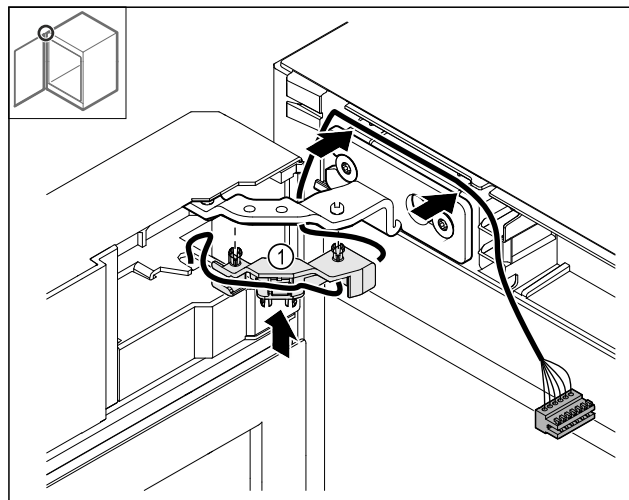

Fig. 49
- Presionar el soporte del cable Fig. 49 (1) en la bisagra.